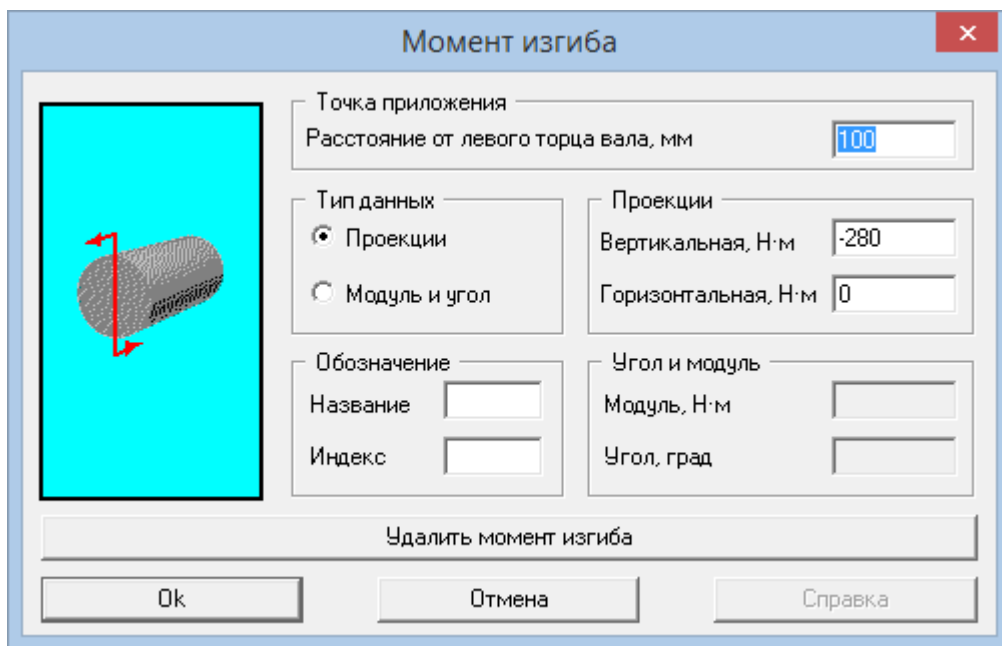

Рис. 6.10
3.3. Задание изгибающих моментов. Переход в этот режим осуществляется нажатием кнопки «**Момент изгиба**»  (меню **Задать/Момент изгиба**). В полях ввода открывшегося диалогового окна «**Момент изгиба**» (рис. 6.10.) требуется задать параметры и обозначение момента. Рассмотрим задание изгибающего момента M_{a1} .